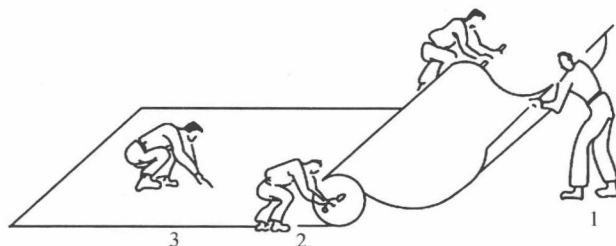

图 1-14 自黏型卷材滚铺法施工
滚铺法	当铺贴大面积卷材时,隔离纸容易撕裂,此时宜采用滚铺法,即采用撕剥隔离纸与铺贴卷材同时进行的方法。其施工技术和要求如下。 (1)滚铺法施工速度相对较快,因此要求操作人员配合默契,有较熟练的操作技术。 (2)施工时,不要打开整卷卷材,用 1 根 $\phi 30\text{ mm} \times 1\,500\text{ mm}$ 的钢管穿过卷材中间的纸芯筒,然后由两人各持钢管一端,把卷材抬到待铺位置的始端。 (3)把卷材向前展开 500 mm 左右,由一人把始端的 500 mm 卷材拉起来,另一人撕剥开此部分的隔离纸,将其折成条形(或撕断已剥部分的隔离纸),随后由另外两人各持钢管一端,把卷材抬起(不要太高),对准已弹好的粉线轻轻摆铺,同时注意长、短方向的搭接,再用手予以压实。 (4)待始端的卷材固定后,撕剥端部隔离纸的工人把折好的隔离纸拉出(如撕断则重新剥开),卷到已用过的包装纸芯筒上,随即缓缓剥开隔离纸,并向前移动,而抬卷材的两人同时沿基准粉线向前滚铺卷材,如图 1-14 所示。 (5)滚铺时,如采用高聚物改性沥青防水卷材时要稍紧一点,不能太松弛;而对高分子防水卷材来说,则要尽量保持在自然松弛状态,但也不能有皱折。 (6)每铺完一幅卷材,即可用长柄滚刷从始端起彻底排除卷材下面的空气。排完空气后,再用大压辊将卷材压实平整,确保黏结牢固